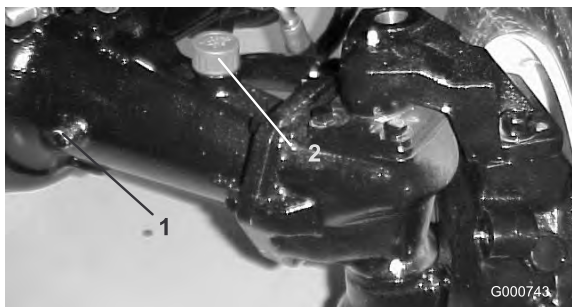

図 68
2. アクスルの一方の端部から点検用プラグ (図 68) を抜き、穴の高さまで潤滑油があることを確認する。量が不足の場合は、給油プラグ (図 68) をはずして補給する。